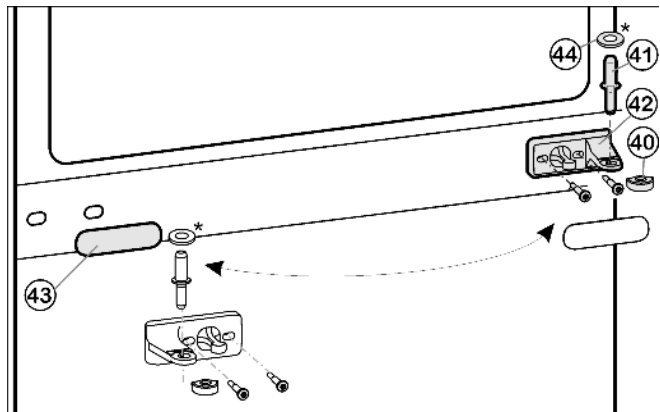

Fig. 13
- ▶ Вытащите из опорного кронштейна и нижней дверцы средний опорный палец *Fig. 13 (41)*.
- ▶ Вытащите средний опорный палец *Fig. 13 (41)* с шайбой *Fig. 13 (44)* из опорного кронштейна и нижней дверцы.
- ▶ Пластмассовый колпачок *Fig. 13 (40)* снимите.
- ▶ Снимите средний опорный кронштейн *Fig. 13 (42)*.
- ▶ Осторожно снимите накладку *Fig. 13 (43)*.
- ▶ Открутите средний кронштейн *Fig. 13 (42)* и прикрутите его с поворотом на 180° на новую сторону шарнира с усилием мин. 4 Нм.
- ▶ Защелкните накладку *Fig. 13 (43)*, повернув на 180°, на стороне, где теперь будет ручка.
- ▶ Снова наденьте пластмассовый колпачок Fig. 13 (40) на средний опорный кронштейн Fig. 13 (42).
- ▶ Вставьте средний опорный палец Fig. 13 (41) через средний опорный кронштейн Fig. 13 (42) в нижнюю дверцу.
- ▶ Установите шайбу Fig. 13 (44) на средний опорный палец Fig. 13 (41).